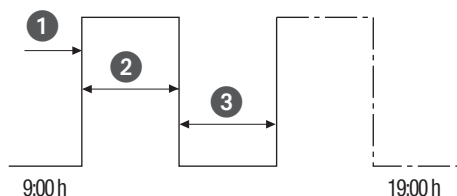

Bild 32: Cykelkoppling
- (Bild 32/①) starttid
- (Bild 32/②) period PÅ = koppling PÅ
- (Bild 32/③) period AV = koppling AV